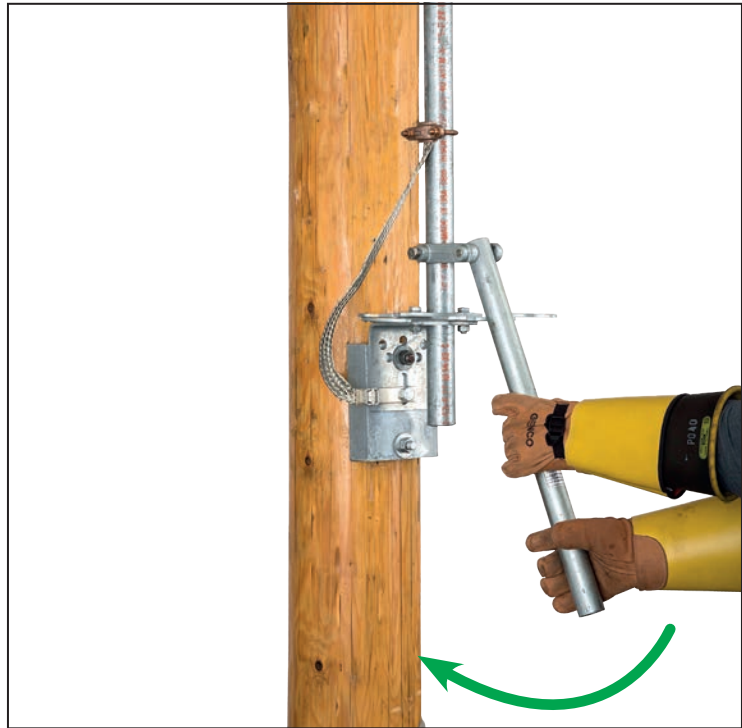

Figura 49. Gire rápidamente la palanca de operación.
**PASO 43.** Mueva la palanca con rapidez a la posición totalmente **Abierto** o totalmente **Cerrado**. Ver Figura 49.